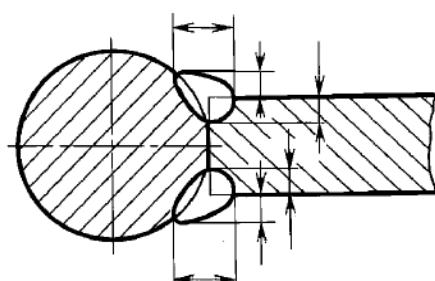

Рис.5
**3. Нестандартний шов зображають на кресленнях з указуванням розмірів конструктивних елементів, необхідних для виконання шва по заданому кресленню (рис.5)**